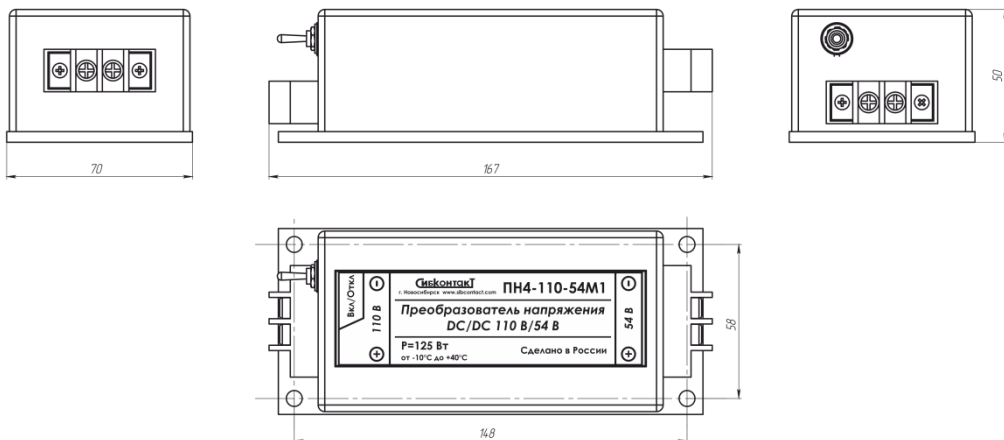

Рисунок 1 Внешний вид преобразователя
4.1. Конструктивно преобразователь напряжения ПН4-110-54 состоит из следующих основных элементов (см. Рисунок 1):